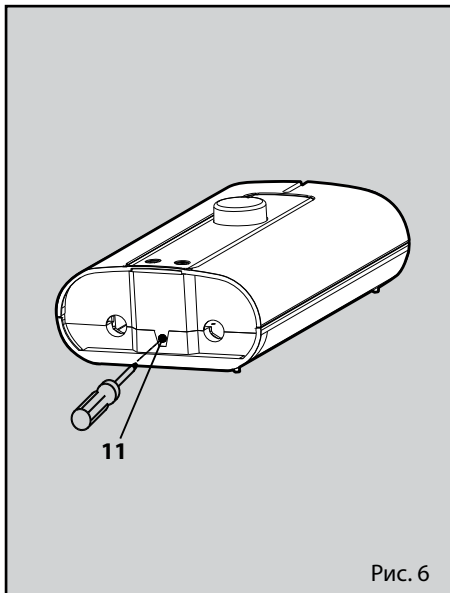

Рис. 6
| <ul style="list-style-type: none">1 Термостат двойного действия2 Кабельный сальник для подключения к электросети3 Индикатор электропитания4 Поворотная ручка для регулирования температуры5 Патрубок для подачи горячей воды в душевой шланг6 Патрубок для подключения к системе холодного водоснабжения7 Нижнее крепежное отверстие (рис. 4)8 Место подключения к электросети | <ul style="list-style-type: none">9 Верхнее крепежное отверстие (рис. 4)10 Соединительный кабель (рис. 5)11 Винт фиксации крышки (рис. 6)12 Глубина отверстия под крепежный винт (рис. 3)13 Монтаж на стену (рис. 2)14 Комбинированный фильтр15 Шайба16 Накладная гайка в комплекте с шайбой (обеспечивается заказчиком)17 Клапан подачи воды18 Устройство защитного отключения (не входит в стандартную комплектацию) |
1. Отпустить винт фиксации крышки (рис. 6, поз. 11).